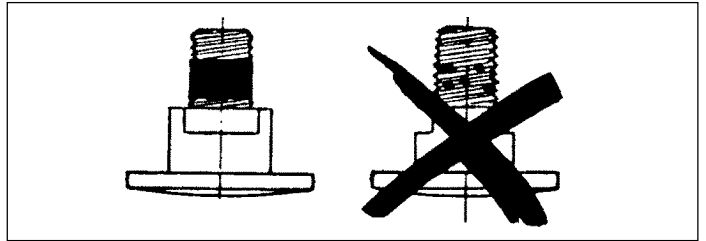

Fig. 22
- lo **strato autofrenante** della vite di fissaggio é mancante o eccessivamente usurato (si consiglia di cambiare la vite dopo non più di 5 avvitamenti), (fig.22).